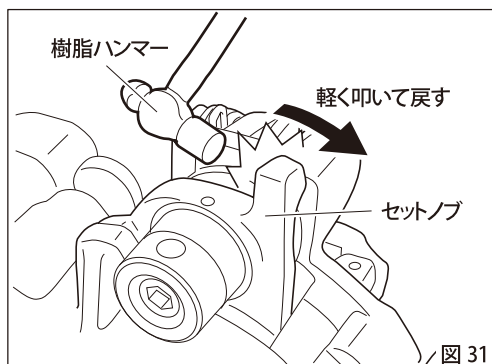
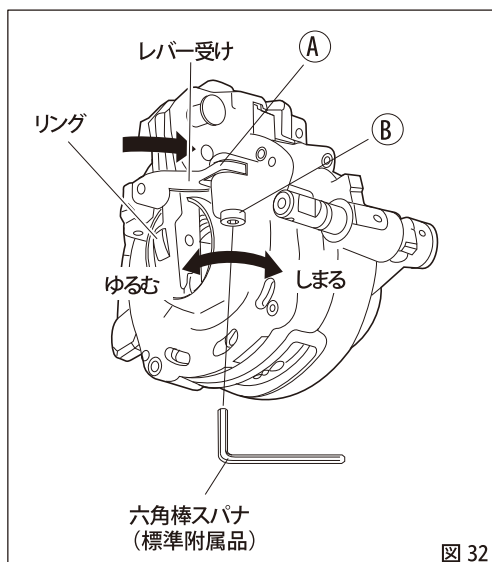

図 31
図 32
① 転造ヘッドからパイプを引離す (図31)
- ①-1 樹脂ハンマーでセットノブを矢印方向に叩いてください。パイプに食いついたローラが外れます。
- ①-2 パイプが外れたら、そのまま送りハンドルを回して本体からパイプを離してください。
② 本体摺動部の異物を取除く
- ②-1 5ページの「4. 切粉づまりの点検」を参照してください。
③ レバー受けを元の状態に戻す (図32)
- ③-1 レバーつまみを持って、外れたリングを元に戻してください。
- ③-2 Bのボルトを付属の六角棒スパナで反時計方向に3回転ほどゆるめてください。
- ③-3 レバー受けを回し、A部を軽く叩いて元の位置にはめ込んでください。
- ③-4 ゆるめたBのボルトをもう一度締め込んでください。